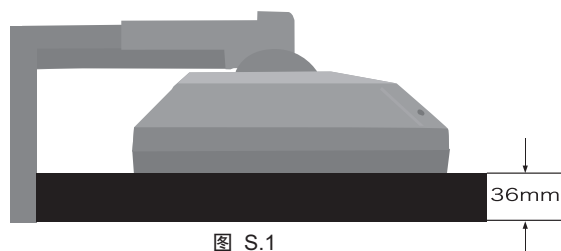

图 S.1
3. 在横向位置情况下，将显示器正面朝下放在非研磨的表面上。将屏幕放在至少36mm的平台上，使底座与表面平行(图S.1)。